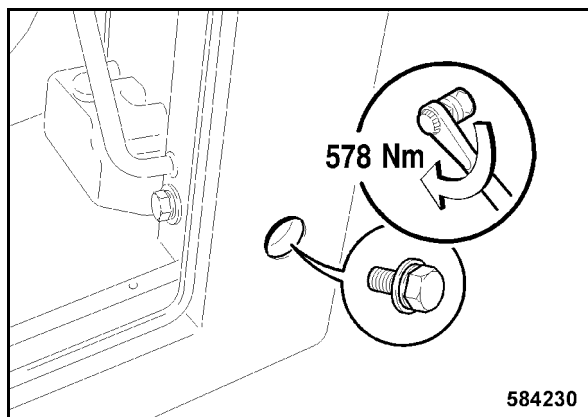

Fig. 205
- El tornillo de fijación trasero, lateral de la izquierda hay que apretar con 578 Nm (Fig. 205).